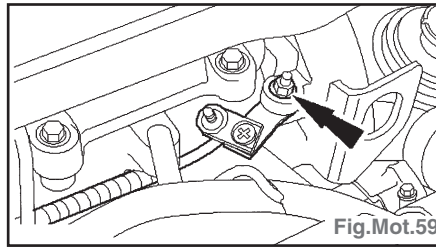

Fig.Mot.59
- Détacher la borne de fil de bougie de préchauffage du support de retenue (Fig.Mot.59).